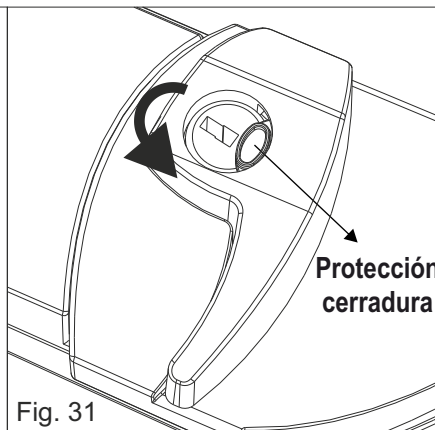

Fig. 31
- 1) Rotar la protección de la cerradura en sentido antihorario (Fig. 31)